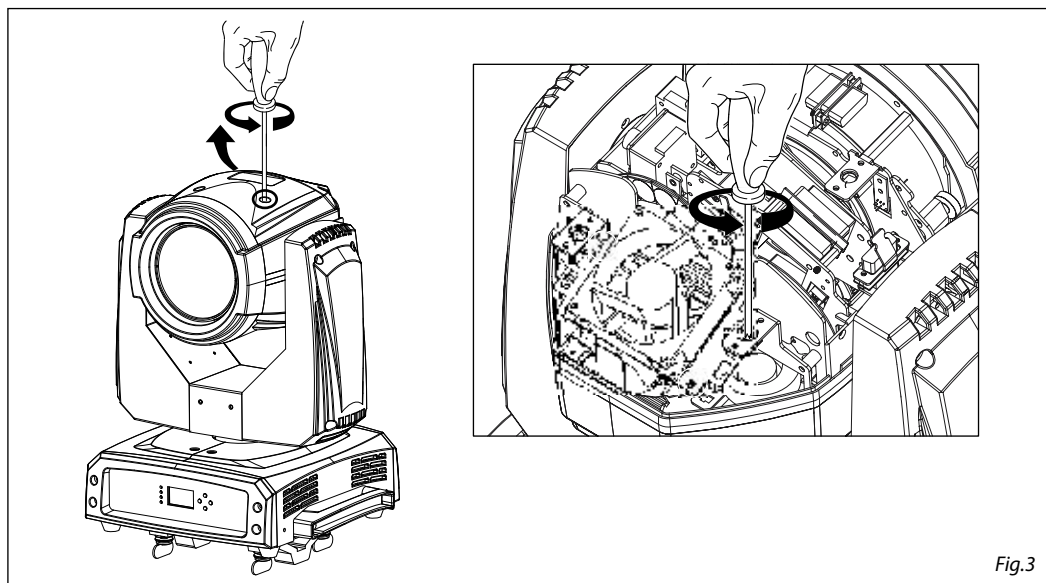

Fig.3
1. Disconnettere l'unità dall'alimentazione. Per accedere alla lampada situata nella parte posteriore smontare la testa mobile svitando le viti della cover. Poi estrarre la ventola svitando le relativi viti (fig.3).